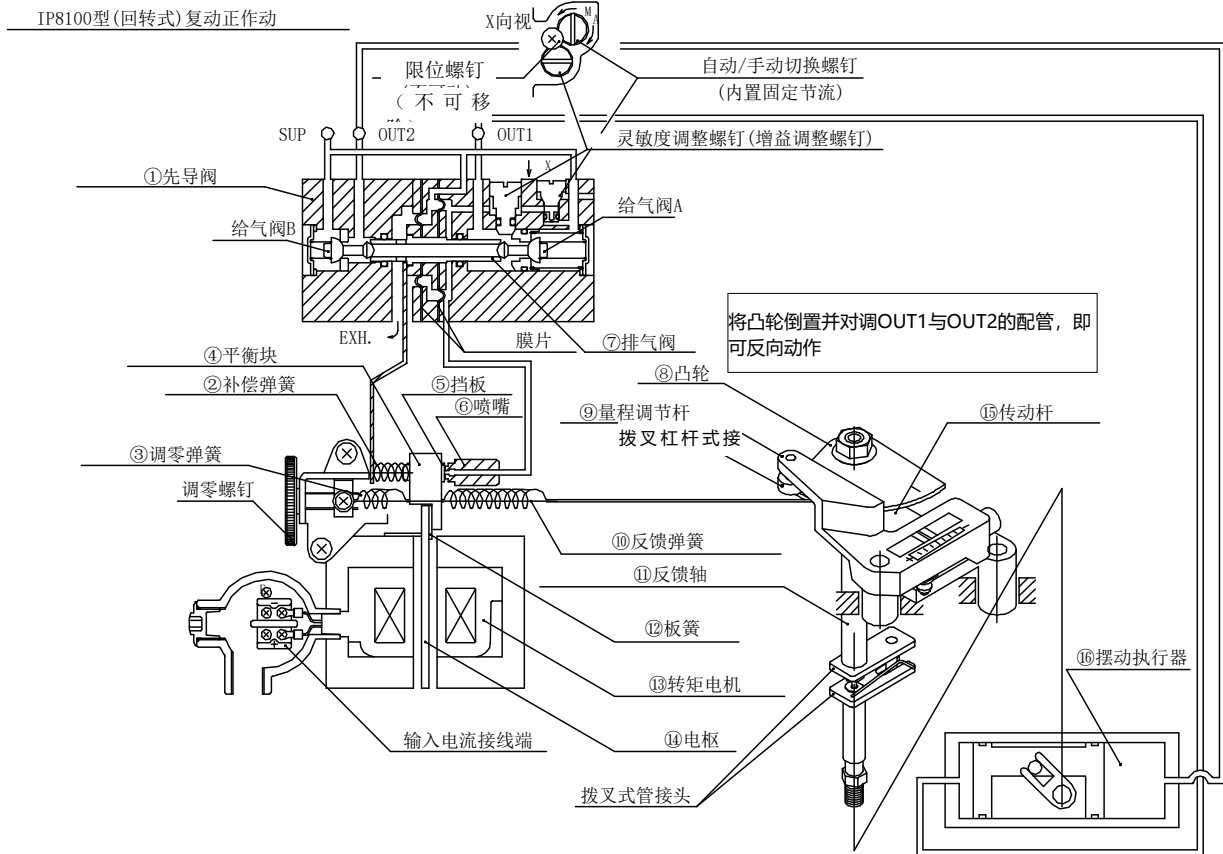

图4 IP8100动作原理图
当输入电流增加，⑭电枢以⑬转矩电机内的⑫板簧为支点受到逆时针方向的回转扭矩，将④平衡块推向左方，⑥喷嘴和⑤挡板之间的空隙增大，使⑥喷嘴的背压下降。其结果是：①先导阀的⑦排气阀向右作动，OUT1的输出压力上升，OUT2的输出压力下降，使得⑯摆动执行器回转。⑯摆动执行器的动作，通过⑪反馈轴，⑧凸轮，⑨量程调节杆，⑮传动杆作用于⑩反馈弹簧上，这个力与输入电流所产生的力达到平衡，控制执行器停留在一个平衡位置。图4是⑧凸轮DA面正向作动（输入电流增加时，⑯摆动执行器的主轴顺时针回转）时的案例。②补偿弹簧的作用是将⑦排气阀的作动立即反馈给④平衡块，提高系统的安定性。零点调节是通过改变③调零弹簧的张力来进行的。